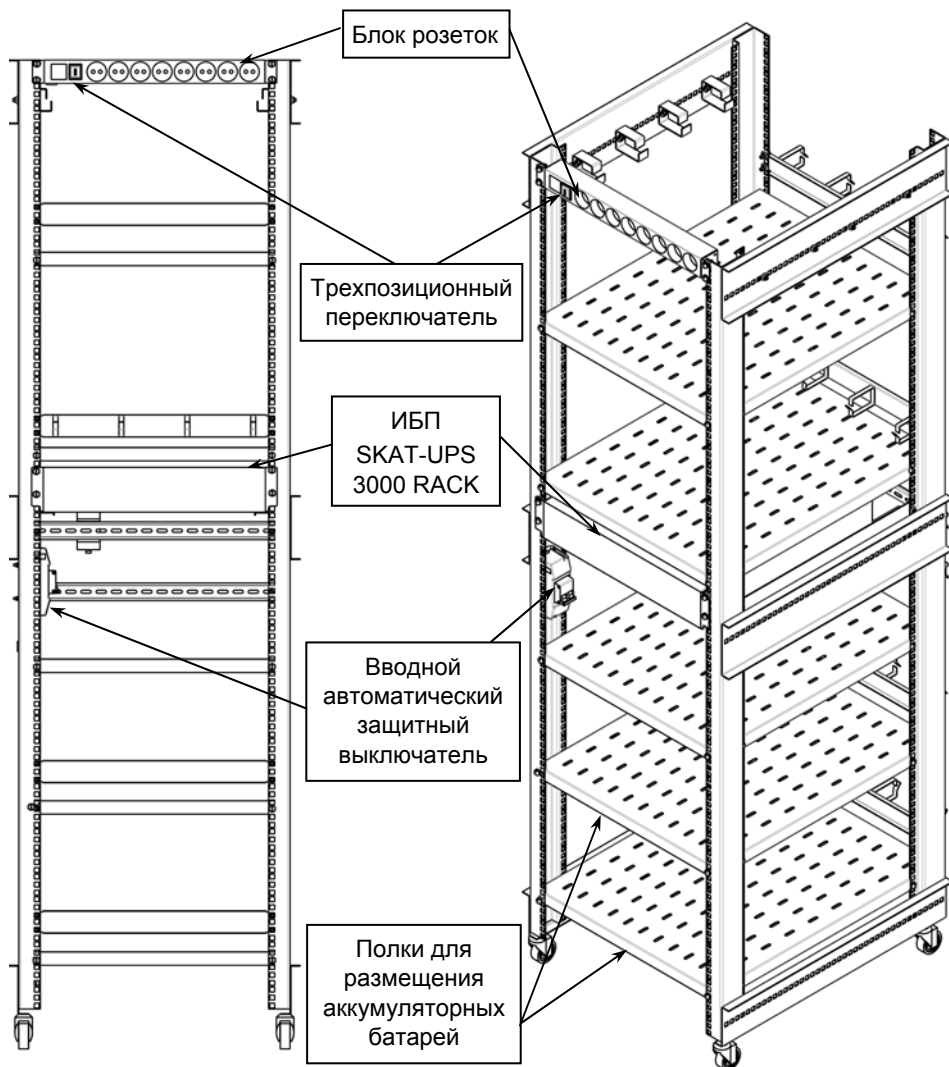

Рисунок 1 — Общий вид изделия спереди, без оболочки, с установленным ИБП
- Убедиться в том, что вводной автоматический выключатель, расположенный на левой боковой стойке шкафа изделия (см. рисунок 1), находится в выключенном положении и трехпозиционный переключатель блока сетевых розеток также находится в выключенном (среднем, символ «0») положении.